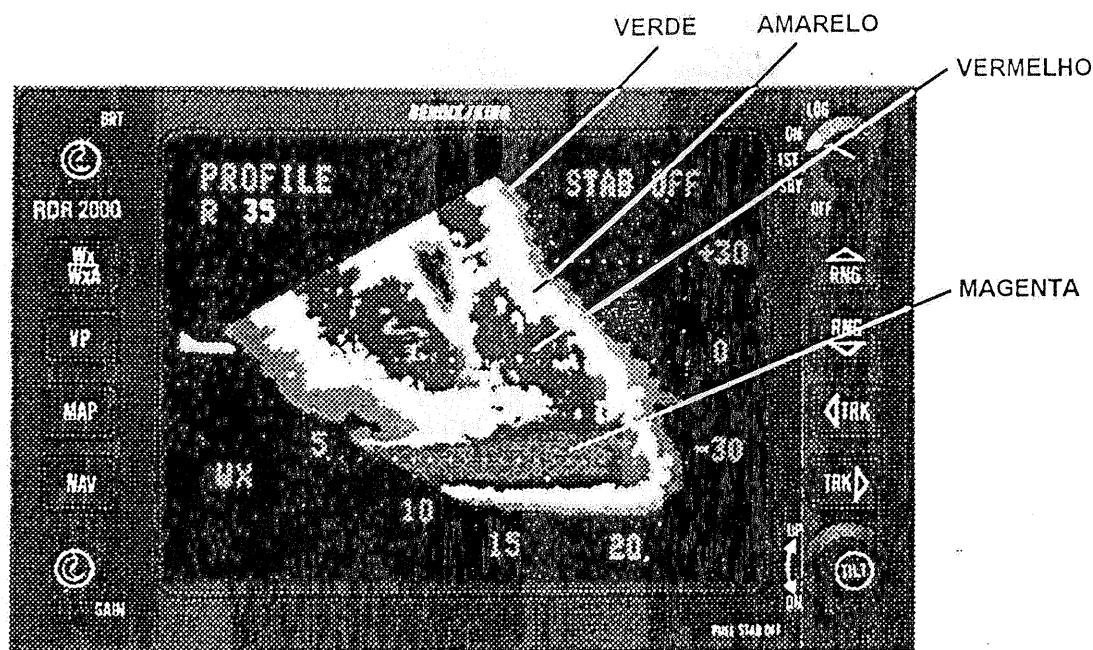

Figura 3-4 – Indicação Típica de Tela Meteorológica
- A. Observe o atual modo indicado na tela (veja a figura 3-4)